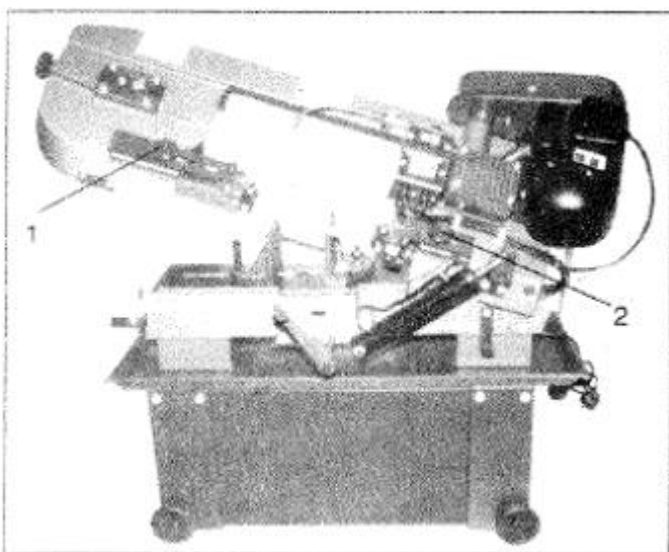

Рис. 6
2. Открутить ручки (1 и 2 на рис. 6). Передвинуть узлы направляющих, как можно ближе к материалу, но одновременно таким образом, чтобы не препятствовать резке.